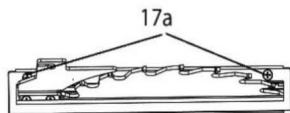

Fig. 1a
- > Retire o suporte da mesa (17) removendo os dois parafusos de cruz (17a). (Fig.1a)